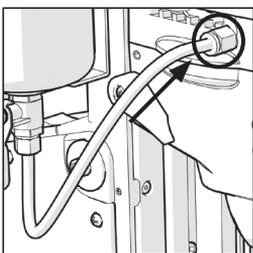

Fig. 3a
**Anmärkning:** För att släppa tillförselsröret från snabbkopplingen **(Abb. 3a)** tryck kragen mot mässingskopplingen och dra ut tillförselsröret.